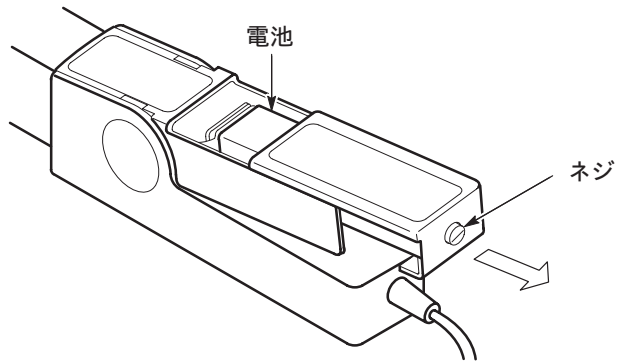

図 5：電池の取付
2. 図 5 のようにネジを緩め、カバーをスライドさせて取り外し、電池ホルダを開きます。